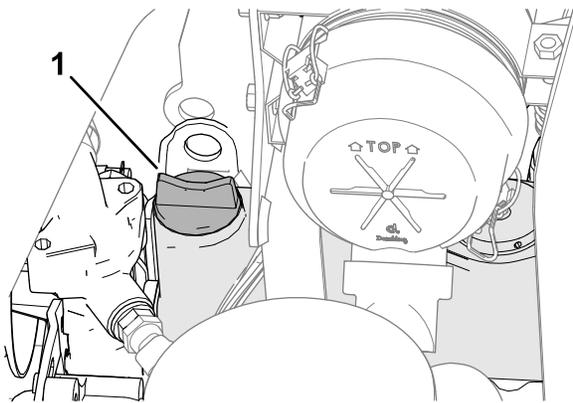

Рисунок 62
5. Если уровень масла ниже допустимого, снимите крышку маслозаливной горловины (Рисунок 62) и постепенно, небольшими порциями долейте масло, периодически проверяя его уровень, до отметки «Полный» на масломерном щупе.